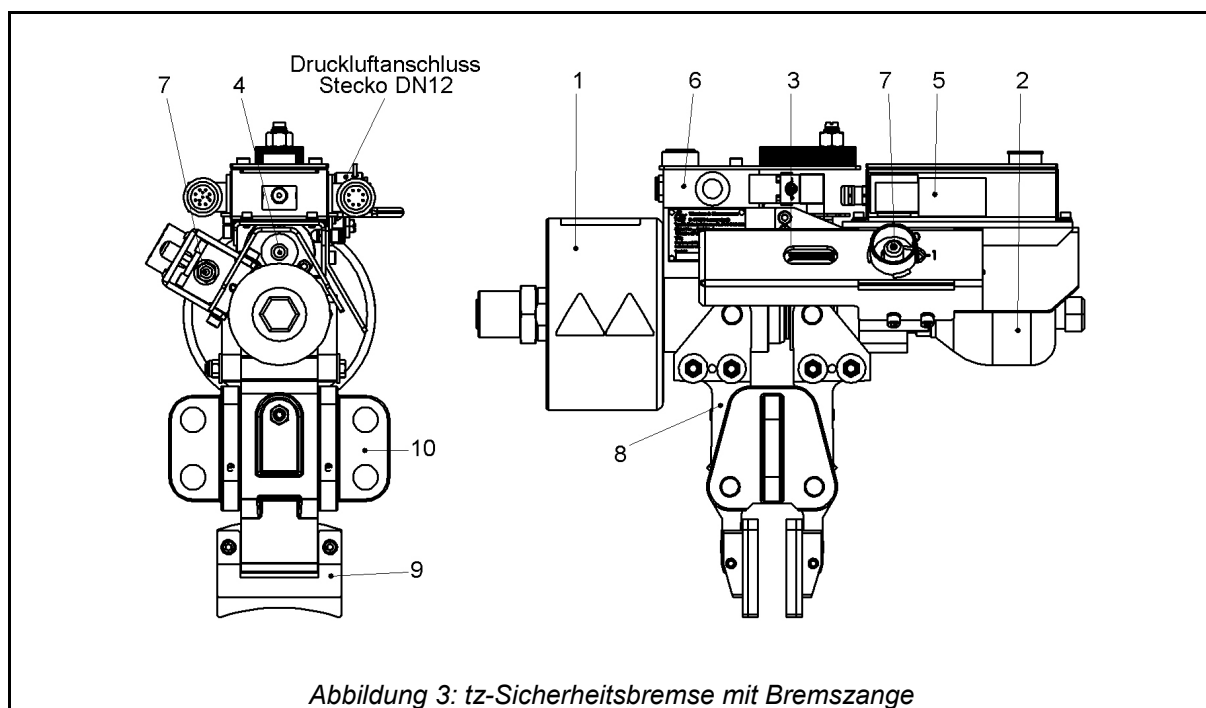

Abbildung 3: tz-Sicherheitsbremse mit Bremszange
Die tz-Sicherheitsbremse mit Bremszange (gem. Abb. 3) besteht im Wesentlichen aus:
- Zylinder (Pos., Abb. 3)
- Druckspeicher (Pos. 2, Abb. 3)
- Druckanzeige (Pos. 3, Abb. 3)
- Wegmesseinrichtung (Pos. 4, Abb. 3)
- RSA (Regel-Steuer-Auswerteeinheit) (Pos. 5, Abb. 3)
- Schaltventil (Pos. 6, Abb. 3)
- Minimeßschraubkupplungen (Pos. 7, Abb. 3)
- Druckluftanschluss Stecko DN12 mit integriertem Sinterfilter (Pos. 11, Abb. 3)
- Bremszange (Pos. 8, Abb. 3) mit
- Bremsbackensatz (Pos. 9, Abb. 3)
- Halteplatte (Pos. 10, Abb. 3)
Die Druckanzeige (Pos. 3, Abb. 3) ist über eine Schneidringverschraubung am kolbenseitigen Teil der tz-Sicherheitsbremse adaptiert. Die Messeinrichtung (Pos. 4, Abb. 3) und RSA (Regel-Steuer-Auswerteeinheit, Pos. 5, Abb. 3) zur Funktions- und Verschleißüberwachung sowie das Schaltventil (Pos. 6, Abb. 3) sind dem Zylinderteil (Pos. 1, Abb. 3) der tz-Sicherheitsbremse zugeordnet. Die tz-Sicherheitsbremse ist mit der Bremszange (Pos. 8, Abb. 3) gelenkig verbunden. Die Bremsbacken (Pos. 9, Abb. 3) sind durch Spannstifte an den Bremszangenarmen befestigt. Die Halteplatte (Pos. 10, Abb. 3) wird mit der nicht dargestellten Bremshaube verschraubt. Im Zusammenwirken mit der an dem Antriebsstrang verbundenen Bremsscheibe wirkt das vorbeschriebene Gesamtsystem als pneumatisch gelüftete Federspeicherscheibenbremse. Im Druckluftanschluss Stecko DN12 (Pos. 11, Abb. 3) der tz-Sicherheitsbremse ist ein Sinterfilter vorhanden.
Die Minimeßschraubkupplungen (Pos. 7, Abb. 3) dienen ausschließlich der Überprüfung und Nachjustierung des Kompensationsdruckes beim Hersteller und dürfen nicht geöffnet werden!
(siehe Abb. 3)